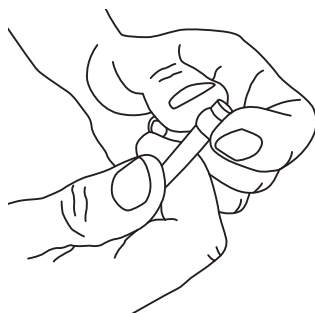

Рис. 13
5.5.5. Надеть на эту же трубку пластиковое обжимное кольцо (Рис. 13).